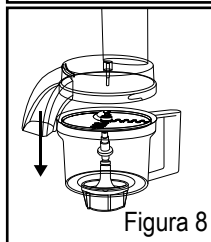

Figura 8
- 2a. Coloque a tampa no recipiente pressionando-a para baixo e certificando-se de que as linguetas do recipiente estejam alinhadas com as aberturas da tampa. Gire a tampa no sentido anti-horário até que façam um clique, travando em seu lugar e não gire mais (Figura 8).